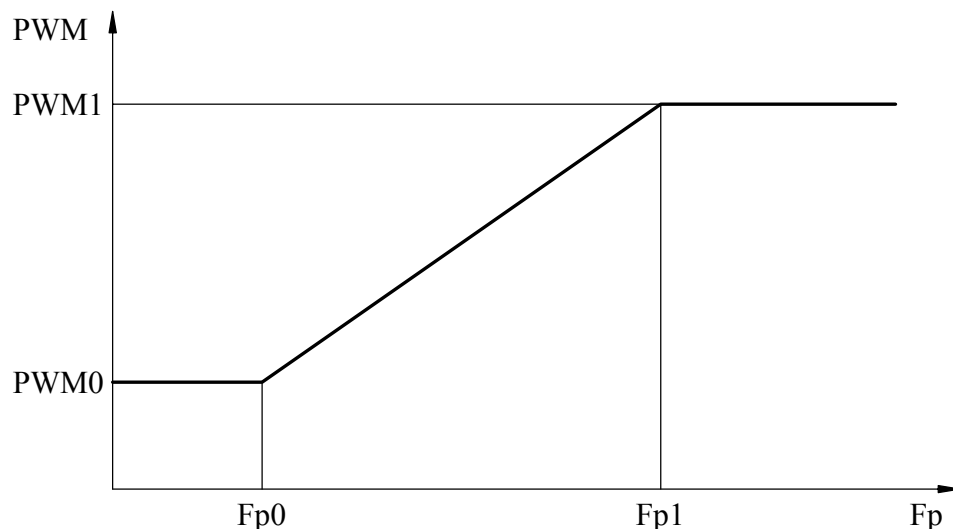

Рис. 8. Зависимость выходного относительного напряжения от частоты и табличных параметров.
3.8.7. Тип 4 – параметры кривой выходного относительного напряжения ($PWM=f(Fp)$) (**рис.8**).